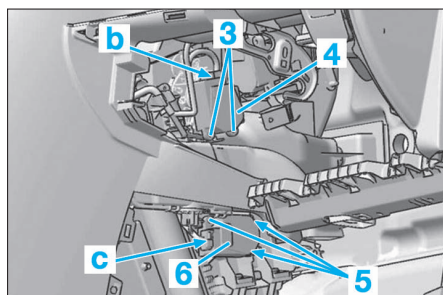
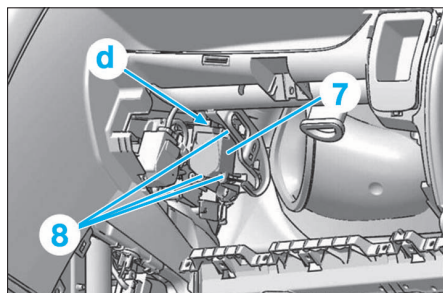

FIG. 27
FIG. 28
- Débrancher le connecteur (c) (Fig.27).
- Déposer les vis (5), puis déposer le motoréducteur (6).
- Débrancher le connecteur (b) (Fig.27).
- Déposer les vis (3), puis le motoréducteur de distribution (4).
- Débrancher le connecteur (d) (Fig.28).